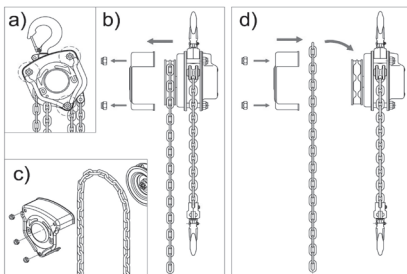

Fig. 4
- Hinweis: Das Verfahren zum Auswechseln der Manövrierkette ist in Abbildung 4 dargestellt.